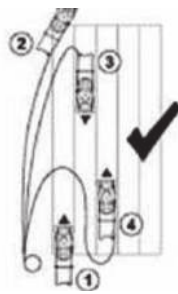

Рис. 3
**Примечание!** Не пытайтесь вести Вашу газонокосилку одной рукой - Вам следует управлять ею двумя руками. Обрабатывайте газон, как показано рисунках ниже (Рис. 3):